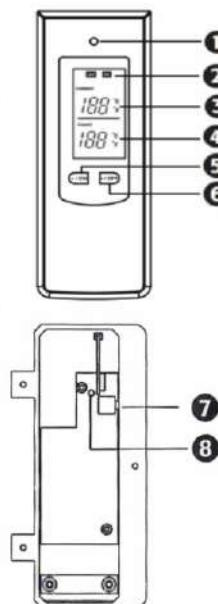

Abb. 3. Schematische Darstellung der UDEN-VS-Fernbedienung.
7.3.2 Nachdem Sie die Steuerplatine an das Stromnetz angeschlossen haben, halten Sie die Taste 7 (siehe Abb. 3) (Ein-/Aus-Taste) 3 Sekunden lang gedrückt - die rote LED-Anzeige 8 (siehe Abb. 3) auf der Steuerplatine leuchtet auf beginnen zu blinken, was den Übergang des letzteren in den "Bindungsmodus" anzeigen.
7.3.3 Drücken Sie innerhalb von maximal 2 Minuten die Taste 5 oder 6 auf der Fernbedienung (siehe Abb. 3) und warten Sie 1 Sekunde. Das grüne Licht auf der Fernbedienung blinkt einmal und die Fernbedienung sendet ihren Code an die Steuerplatine. Wenn die rote Anzeige aufhört zu blinken, bedeutet dies, dass die Steuerplatine vom "Bindungsmodus" in den Arbeitsmodus umgeschaltet hat. Jetzt führt die Steuerplatine nur die Befehle der Fernbedienung aus, an die sie "gebunden" ist.